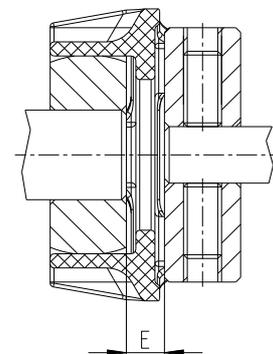

Bild 6: Kupplungseinbau
- Verschieben Sie die Aggregate in axialer Richtung, bis das E-Maß erreicht ist (siehe Bild 6).